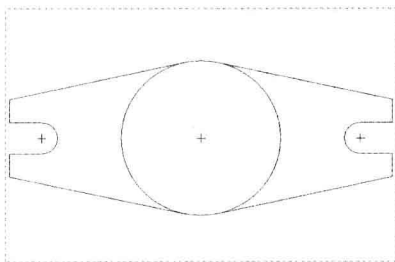

图 2-21 图形文件
Step 01 按【Ctrl+O】组合键，打开图形文件，如图 2-21 所示。